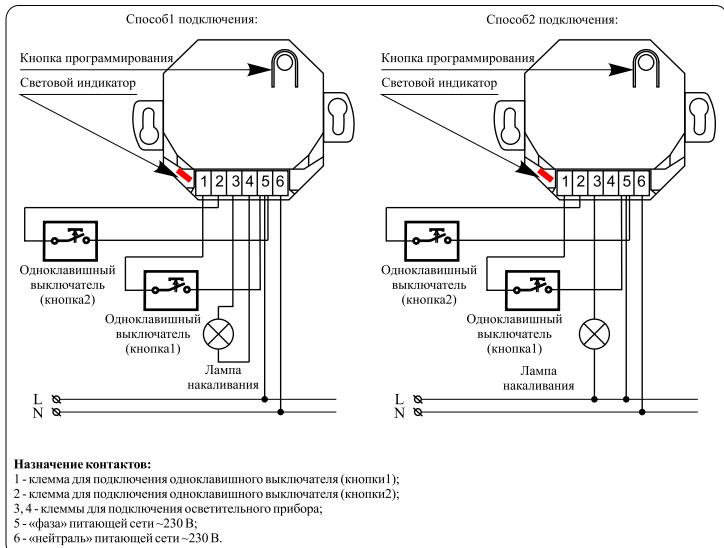

Рисунок 1 Типовая схема подключения Nero II 8421 UPM
• подключить «нейтраль» питающей сети ~230 В к клемме 6 (см. рис. 1).